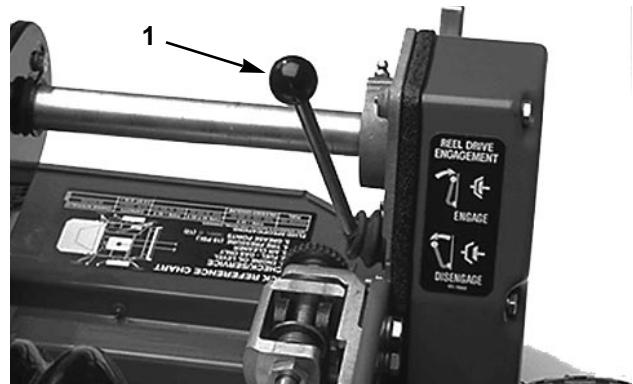

Fig. 14
Leva di innesto trasmissione cilindro (Fig. 14)—Si trova sull'angolo anteriore destro della macchina. La leva ha due posizioni: INNESTO e DISINNESTO. Alzare la leva per innestare il cilindro, ed abbassarla per disinnestarla.
1. Verificare che le leve della trazione (Fig. 13) e di trasmissione del cilindro (Fig. 14) si trovino in posizione DISENGAGED (disinnestato).